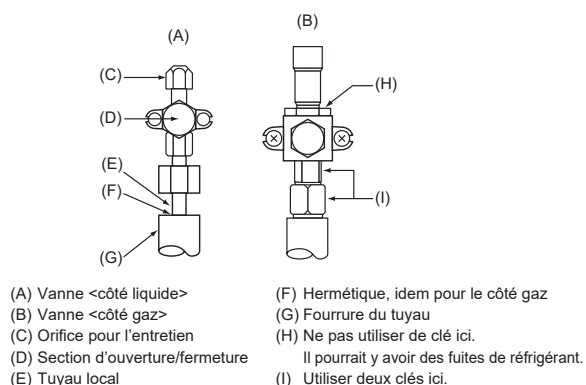

Fig. 4-5
4.4. Test d'étanchéité des tuyaux de réfrigérant (Fig. 4-5)
- Vérifier que les vannes (A) et (B) sont fermées et ne pas les ouvrir.
- Ajouter de la pression dans les tuyaux de réfrigérant par l'orifice de service (C) de la vanne de liquide (A).